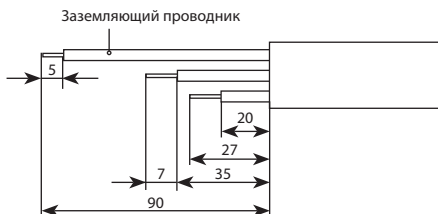

Рис. 4
4.1.4. Зачистить установочный провод* согласно рис. 4.